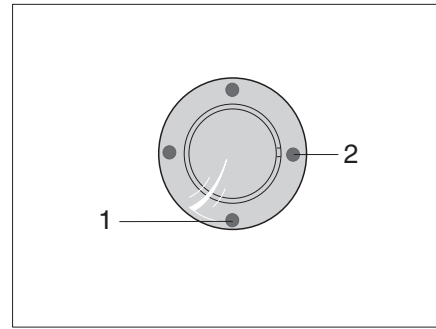
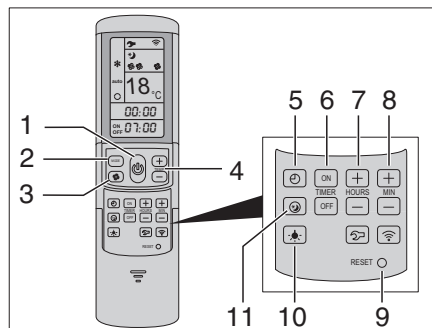

Fig. 303 Receptor IR/Indicación de la función
Fig. 304 Mando a distancia
La instalación de aire acondicionado está colocada en el techo del vehículo. El mando a distancia (Fig. 304) de la instalación de aire acondicionado está en la zona de la cocina.
- Conectar el vehículo a la alimentación de 230 V. La instalación de aire acondicionado está lista para el funcionamiento. El LED azul (Fig. 303,1) se enciende.
- Para conectar pulsar la tecla (Fig. 304,1) en el mando a distancia. El LED azul (Fig. 303,1) parpadea.
- Ajustar con la tecla MODE (Fig. 304,2) el modo de funcionamiento deseado.
- Si es necesario, ajustar con la tecla (Fig. 304,3) el nivel deseado del ventilador y con las teclas (Fig. 304,4) la temperatura ambiente.
Una vez alcanzada la temperatura ajustada en mando a distancia, el LED azul (Fig. 303,1) se apaga, el compresor se apaga y el ventilador de circulación de aire continúa funcionando.
- Para la desconexión pulsar de nuevo la tecla (Fig. 304,1) en el mando a distancia.
- Para la programación, encender la instalación de aire acondicionado con la tecla (Fig. 304,1) en el mando a distancia.
- Con la tecla (Fig. 304,2) ajustar el modo de funcionamiento deseado y con las teclas (Fig. 304,4) la temperatura ambiente.
- Con las teclas (Fig. 304,6) seleccionar la función deseada:
- Con las teclas (Fig. 304,7 y 8) seleccionar la hora de conexión deseada (15 minutos hasta 24 horas).
- Confirmar el ajuste con "ON" o "OFF" (Fig. 304,6).